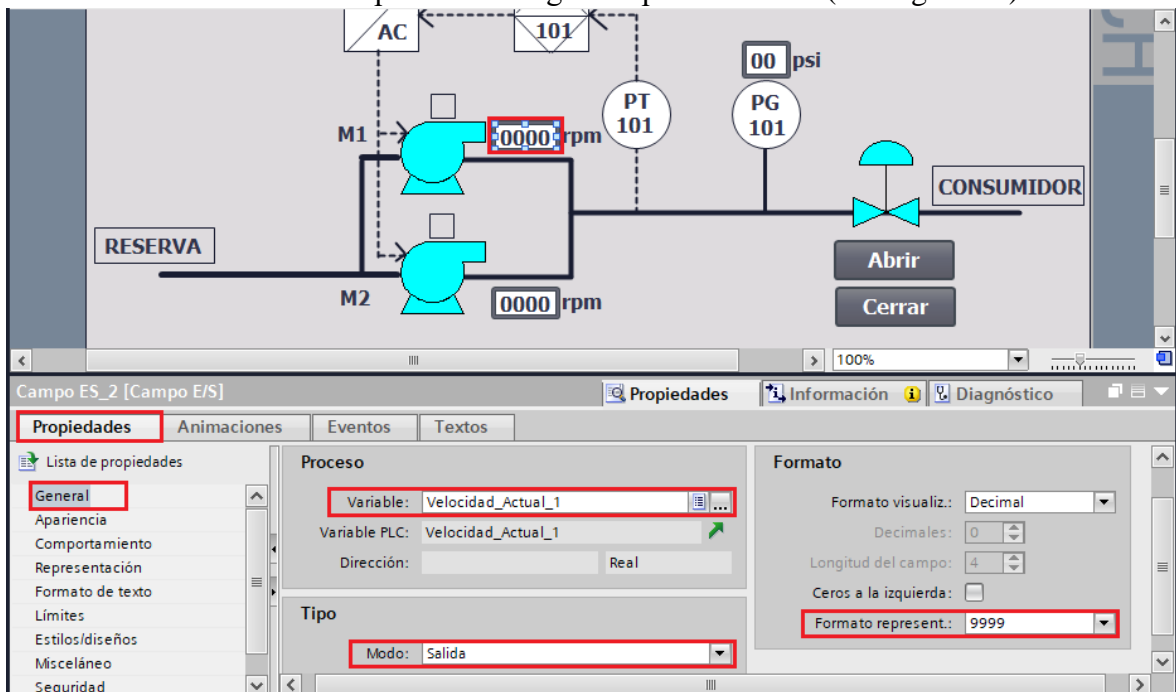

Figura 58. Configuración Campo E/S “Velocidad Actual 1”.
- En “Formato” / “Formato represent” escoger la opción “9999” (ver Figura 58).